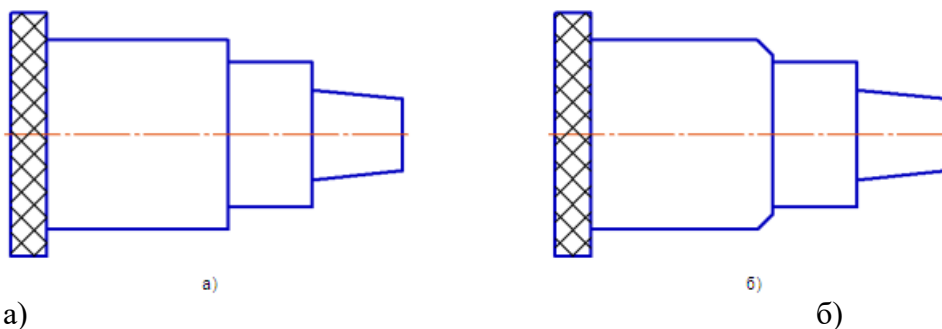

Рисунок 22 - Построение фаски: а) исходное изображение, б) результат выполнения команды
1. Постройте объект, изображенный на Рисунок 22. Чтобы построить отрезок, соединяющий две пересекающиеся кривые, вызовите команду **Фаска** (вторая команда **Фаска на углах объекта**).